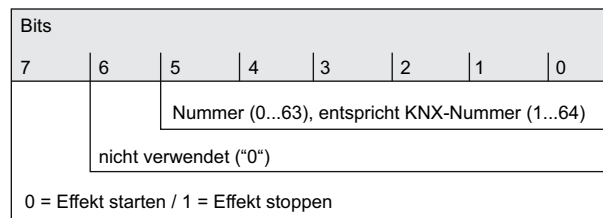

Bild 55: Struktur des Objektwerts für die Effekt-Nebenstelle
Der Aufbau des Telegrammwerts für die Effekt-Nebenstelle orientiert sich am KNX DPT 18.001, der auch bei der Szenen-Nebenstelle verwendet wird (Bild 55).
- i** Es ist zu beachten, dass der Objektwert des Nebenstelleneingangs gemäß KNX DPT 18.001 stets um "1" geringer ist, als die parametrisierte KNX-Nummer (Bild 55).